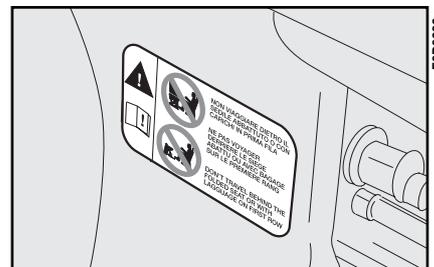
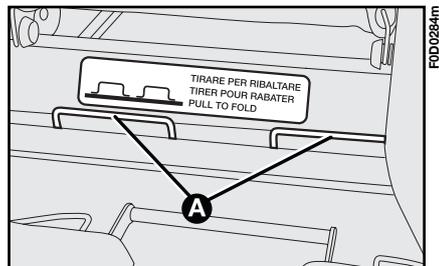
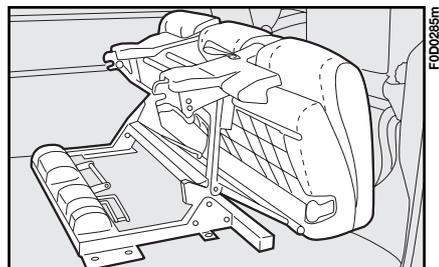

fig. 65
fig. 66
fig. 67
*Ne pas voyager assis sur la troisième rangée lorsque la banquette de la deuxième rangée est renversée (voir fig. 67). De plus, ne pas placer aucun objet sur le dossier renversé de la banquette de la deuxième rangée: en cas de choc ou d'un freinage brusque, ces objets pourraient être projetés contre les occupants du véhicule en provoquant des blessures graves. Pour obtenir plus d'informations, lire ce qui est indiqué dans l'étiquette adhésive située sous le dossier de la banquette (fig. 65).*
Si, après le rabattement on souhaite empaqueter la banquette, tirer les deux leviers **A-fig. 66** placés sous le dossier (comme indiqué sur la plaquette) et rabattre en avant la rangée de la banquette entière (**fig. 67**).